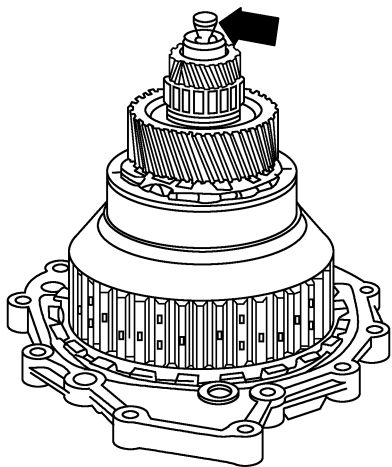

图 2-2-19 凸出的油管
(1) 输入轴不允许放在凸出的油管上，如图 2-2-19 中箭头所示，否则会损坏油管。损坏的油管会造成起动困难或者自动变速器失灵。
(2) 倒挡离合器的摩擦片不允许从自动变速器壳体中取出。
- (6) 如图 2-2-19 中箭头所示，检查油管的安装
(1) 向上拉出油管，如图 2-2-19 中箭头所示，以避免损坏油管。
2) 如图 2-2-19 中箭头所示, 将油管压在输入轴上直至下面的极限位置。在完全插装油管后, 末端至输入轴的尺寸约为 11.5mm。若尺寸较小, 则可能是油管损坏, 因为油管压入过深, 造成末端破损; 若尺寸较大, 则说明压入的不够深。